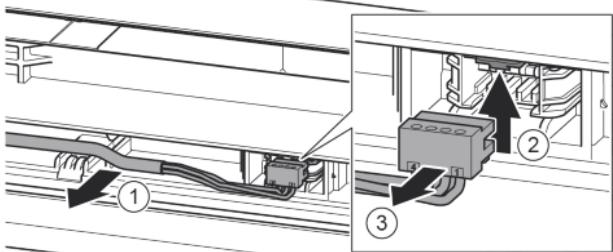

Fig. 24
- Осторожно высвободить серый кабель из направляющей в двери. Fig. 24 (1)
- Отжать соединительную накладку вверх. Fig. 24 (2)
- Осторожно извлечь штекер. Fig. 24 (3)